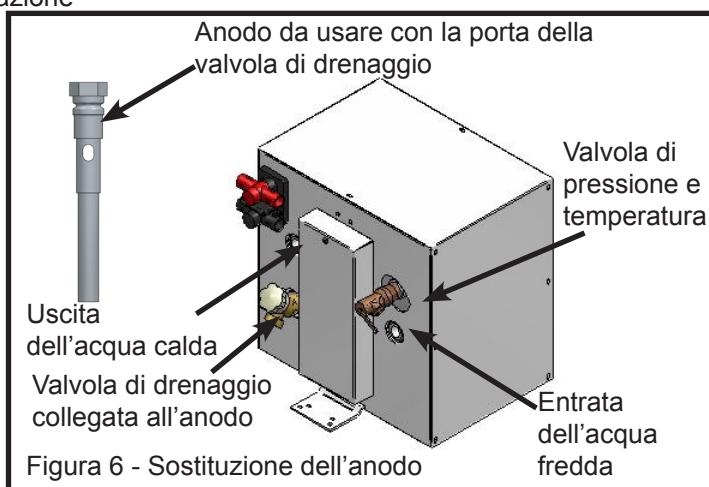

Figura 6 - Sostituzione dell'anodo
- Per sostituire l'anodo rimuovete la valvola di drenaggio e l'anodo sacrificale preinstallato (figura 6) e avvitate il nuovo anodo e la valvola di drenaggio nella rispettiva sede.